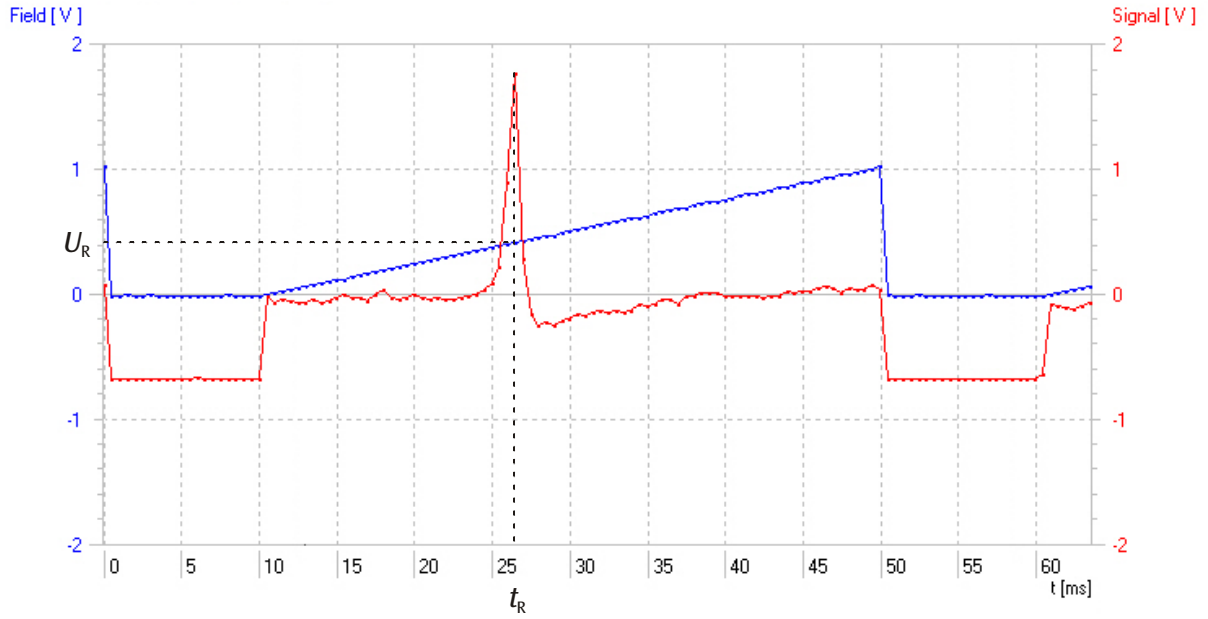

Fig. 6 Courbe du signal à 40 MHz (rouge: signal d'absorption comme fonction du temps, bleu: tension de bobine comme fonction du temps)
- Noter la tension de résonance des bobines  $U_R$  et la fréquence de résonance  $\nu_R$  correspondante (cf. Fig. 6).